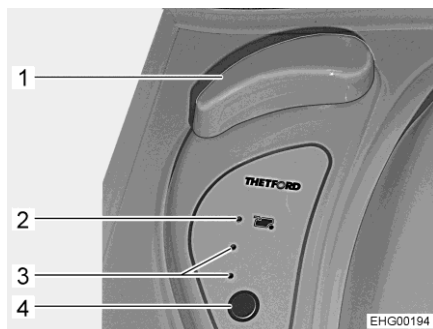

Bild 168 Toalettens reglage
- Vrid ratten (Bild 168,1).
- Vrid tillbaka ratten (Bild 168,1).
- Öppna spjället på Thetford-toaletten före spolning. Vrid då ratten (Bild 168,1).
- För att spola, tryck på den blå spolknappen (Bild 168,4).
- Efter spolning stängs spjället. Vrid då ratten (Bild 168,1) tillbaka.
Kontrolllamporna (Bild 168,3) visar nivåindikeringen för latrintanken. Den röda kontrollampan (Bild 168,2) tänds när latrintanken måste tömmas.